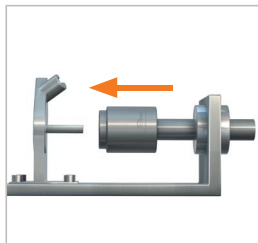
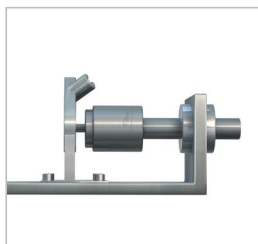

Abbildung 1
Abbildung 2
- ▶ Stecken Sie den Adapter gerade bis zum Anschlag auf den Prüfling auf (*Abbildung 1* und *Abbildung 2*). Dadurch wird eine Beschädigung der Frontdichtung durch eventuell scharfe Kanten am Prüfling vorgebeugt und das richtige Anschließen gewährleistet.